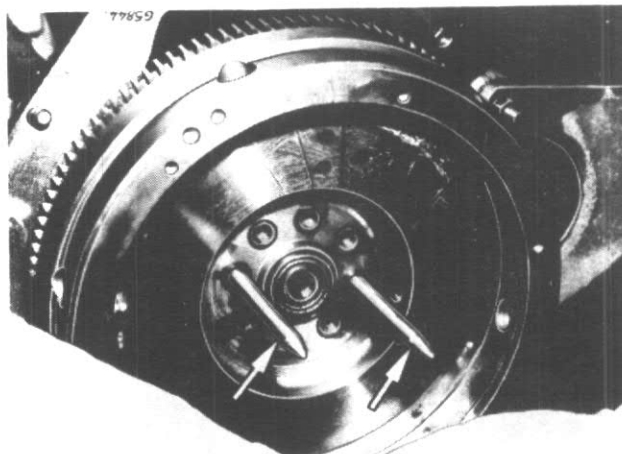
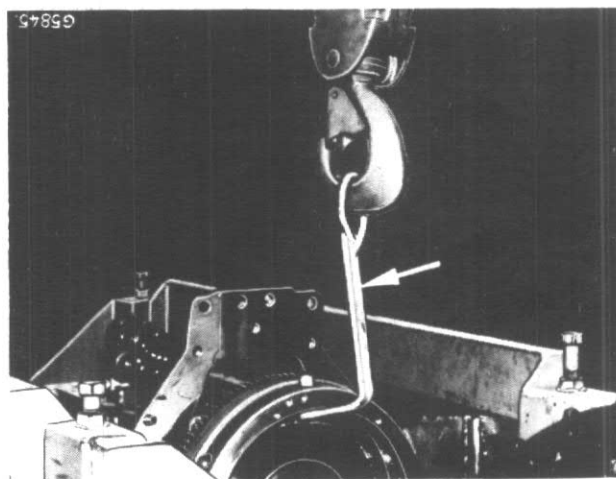
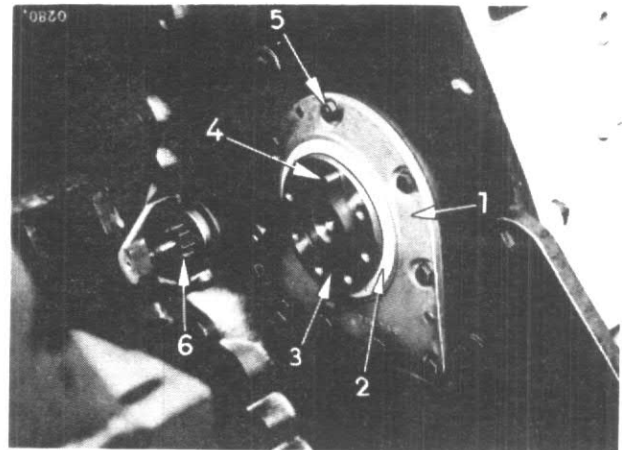

Figure 161
Figure 162
Figure 165
Les outils représentés sur les figures 161 et 162, facilitent la dépose et le démontage du volant moteur. Il est recommandé de les fabriquer sur place.
ATTENTION : Assurez-vous que le volant est parfaitement centré quand vous le faites tourner. La face de friction doit être parallèle à la face de montage (3) fig. 165. La tolérance maximum admissible est de 0,05 mm.
Remettez le volant et la grande couronne en place sur le flasque du vilebrequin (3) fig. 165 en veillant à engager le pion de centrage (4) dans l'alésage du volant. Utilisez les broches de guidage, fig. 161 et le crochet de levage, fig. 162.